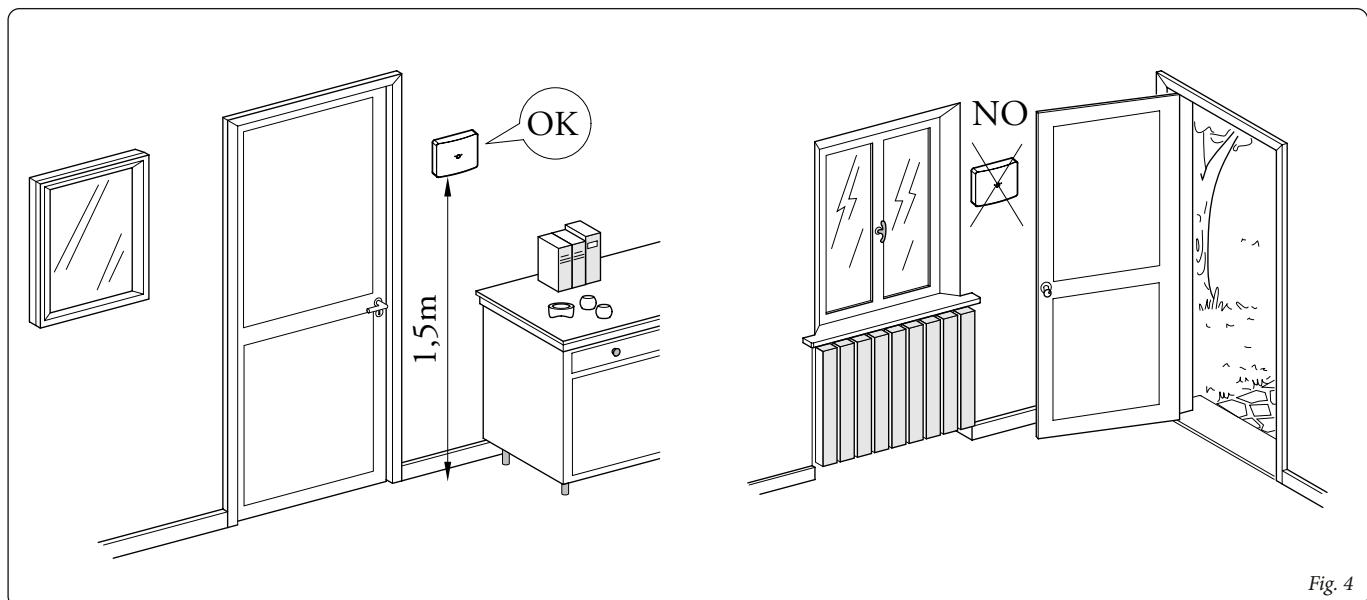

Fig. 4
- 2) Installare la sonda ambiente wireless lontano da fonti di calore e in posizioni idonee a rilevare correttamente la temperatura ambiente (Fig. 4).